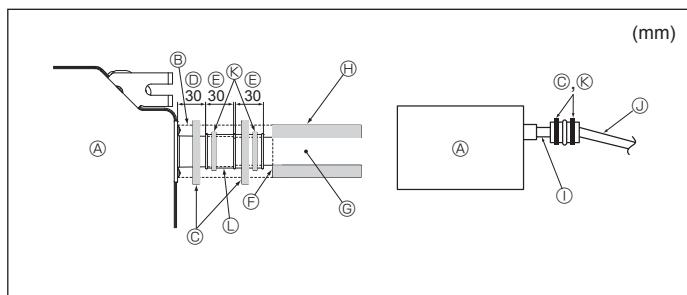

Fig. 3-5
- Raccordez la prise d'écoulement (fournie avec l'appareil) à l'orifice de drainage. (Fig. 3-5)